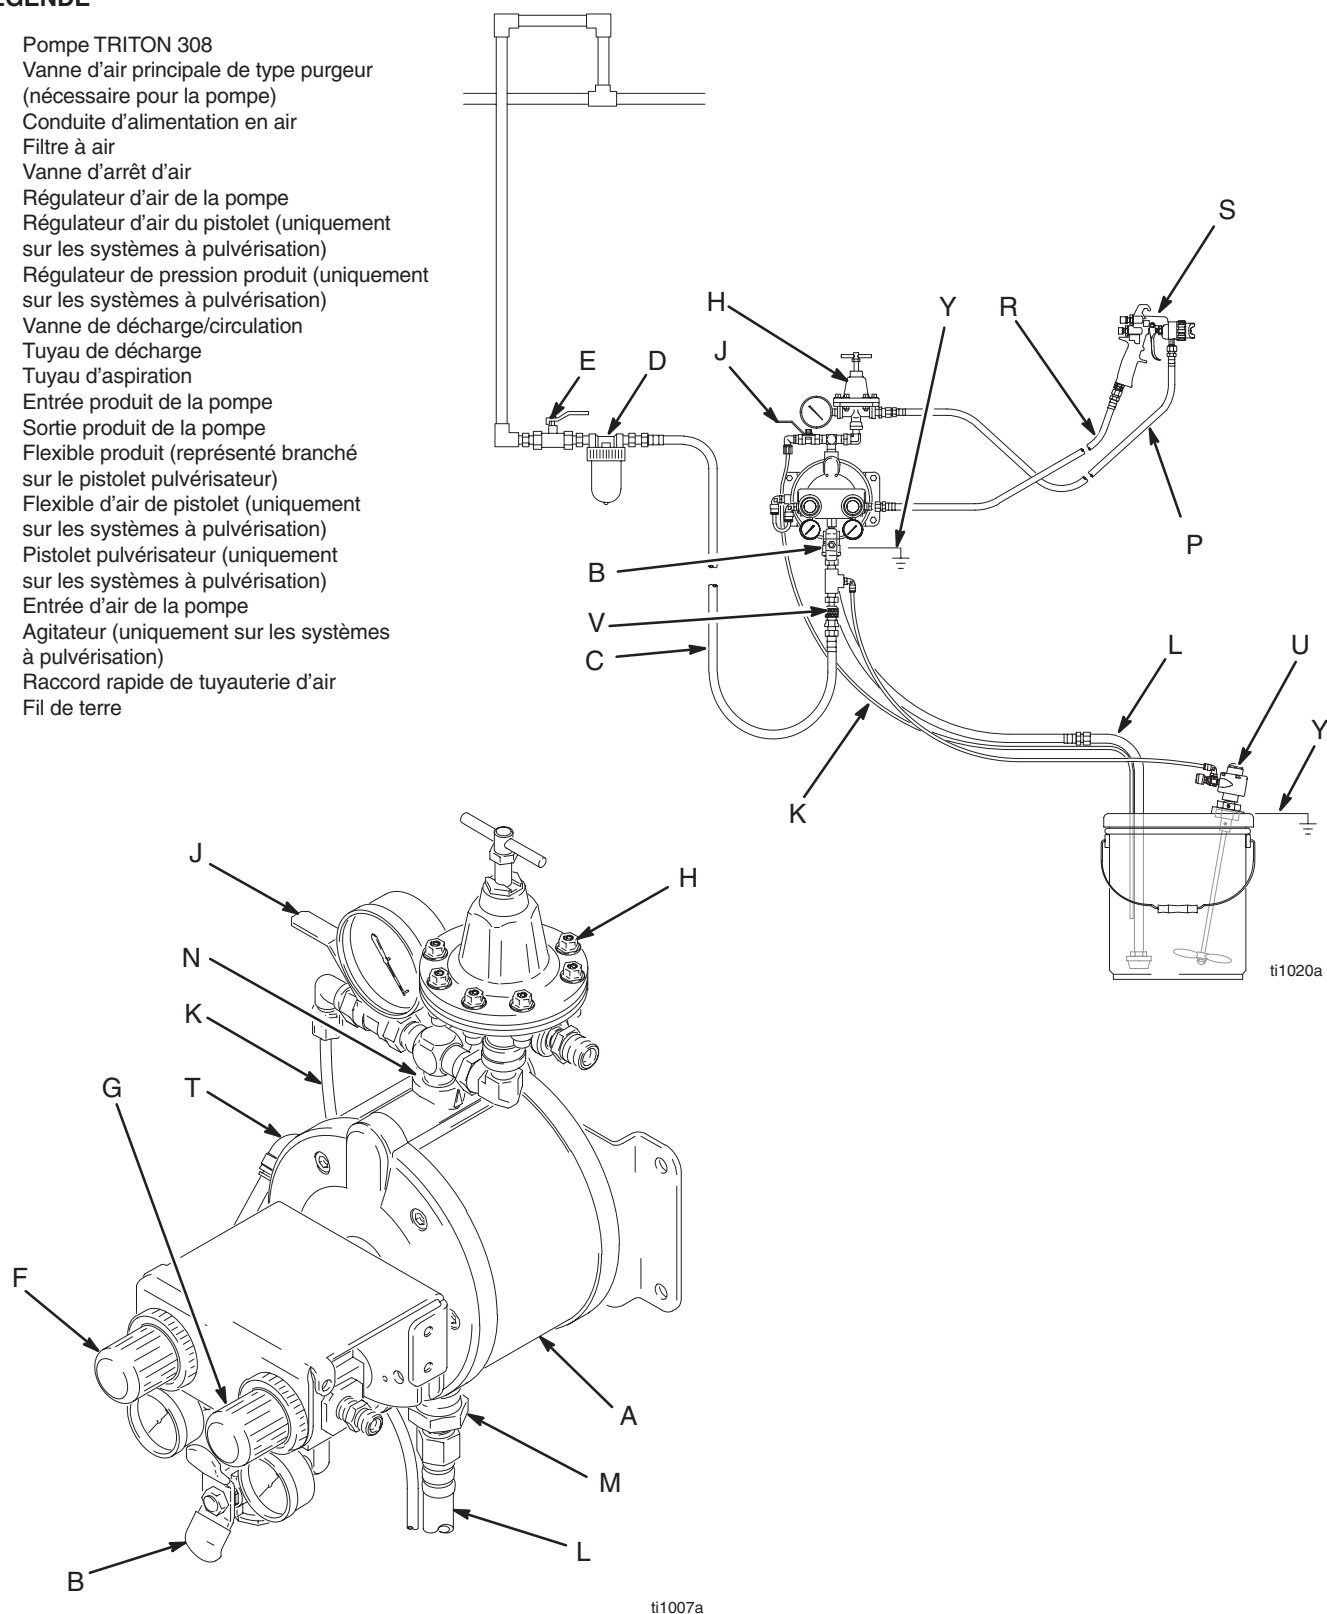

Fig. 2
- La Fig. 2 présente un pulvérisateur HVLP à montage mural. Il s'agit là d'un simple guide pour vous aider à choisir et monter les éléments du système. Prendre contact avec votre distributeur Graco qui vous aidera à concevoir un système qui correspond à vos besoins.
Une vanne d'air principale de type purgeur (B) est nécessaire sur votre système pour libérer l'air emprisonné entre cette vanne et la pompe. Voir Fig. 2. Cet air emprisonné peut déclencher un fonctionnement intempestif de la pompe et provoquer ainsi des blessures graves, comme des projections dans les yeux ou sur la peau, des blessures dues à des pièces en mouvement ou une intoxication due aux produits dangereux.
1. Installer les accessoires de la conduite d'air suivant la Fig. 2. Fixer ces accessoires au mur ou sur un support. S'assurer que la conduite d'air alimentant ces derniers est conductrice.
- a. La régulation de la pression du produit peut se faire de deux manières, soit en régulant l'arrivée d'air à la pompe à l'aide du régulateur d'air (F) soit en régulant la sortie du produit à l'aide du régulateur de produit (H).
- b. Placer la vanne d'air principale de type purgeur (B) près de la pompe pour libérer l'air emprisonné. Voir la **MISE EN GARDE** ci-contre. Placer une autre vanne d'air principale (E) en amont de tous les accessoires de la conduite d'air pour isoler ces derniers pendant les opérations de nettoyage et de réparation.
- c. Monter un filtre à air (D) sur la tuyauterie d'alimentation d'air comprimé pour éliminer les impuretés néfastes, comme les impuretés, l'humidité et l'huile.
3. Installer un flexible d'air conducteur (C) entre les organes et l'entrée d'air de la pompe (T). Utiliser un flexible d'air de 6,3 mm (1/4") minimum de diamètre intérieur. Visser un raccord rapide (V) pour conduite d'air sur l'extrémité du flexible d'air et visser la partie en regard sans serrer sur l'entrée d'air de la pompe. Ne pas encore brancher le raccord.
Il est nécessaire que le système soit équipé d'une vanne de décharge produit (J) pour décompresser le flexible s'il est bouché. Voir Fig. 2. La vanne de décharge diminue le risque de blessure grave, notamment les projections dans les yeux ou sur la peau, ou d'intoxication par des produits dangereux lors de la décompression. Installer la vanne près de la sortie produit de la pompe. Pour utiliser la vanne comme une vanne de circulation, brancher le tuyau (K) entre la vanne et le seau.